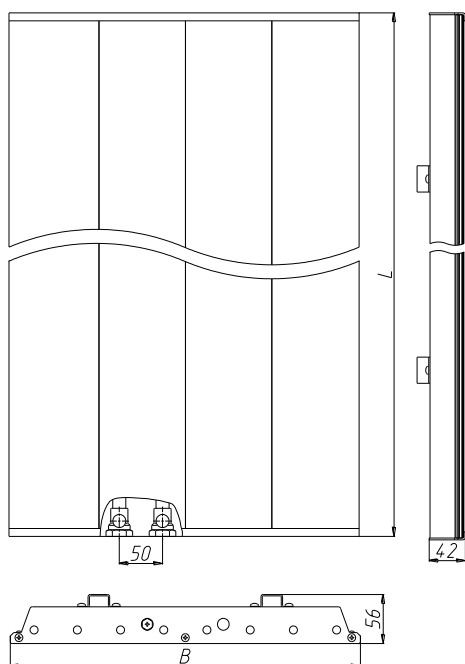

Рис.1. Панельный вертикальный радиатор
4.3 Размеры и технические характеристики изделий представлены на Рис.1,2 и в таблице 1.